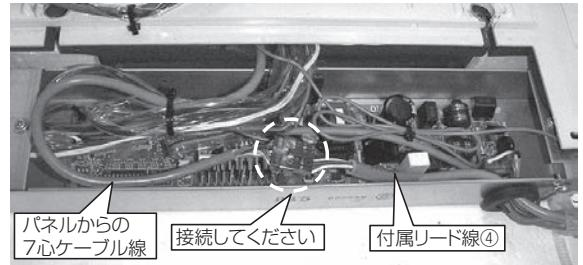

図8-2
- 1) パネルからの7心ケーブル線のコネクター(7P クロ)と制御箱内フリー状態の付属リード線④のコネクター(7P クロ)を接続してください。(図8-2)